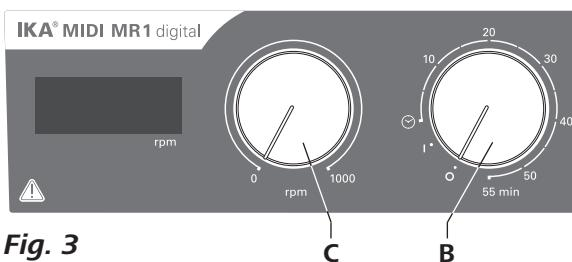

Fig. 3
- ☞ 기기를 켜려면, “ON / OFF” 및 “타이머” 회전형 노브 (B, Fig. 3 참조)를 시계 방향으로 “1”까지 돌립니다.
- ☞ 장치를 끄려면 “ON / OFF” 및 “타이머” 회전형 노브 (B)를 시계 방향으로 “0”까지 돌립니다.
- ☞ “속도(Speed)”회전형 노브(C, Fig. 3 참조)를 돌려 모터의 속도를 설정합니다. 모터 속도는 **MIDI MR 1 Digital**에서는 0~1000 rpm, **MAXI MR1 Digital**.에서는 0~600로 설치할 수 있습니다.